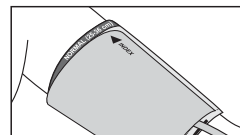

Рис. 9
5. На застегнутой манжете метка «INDEX» должна указывать на область «NORMAL (25-36 cm)». Это означает, что манжета подобрана правильно и соответствует размеру окружности плеча. Если метка указывает на область обозначенную «◀|||» или левее, то манжета мала и показания будут завышены. Если метка указывает на область «|||▶» или правее, то манжета велика и показания будут занижены (рис. 9).